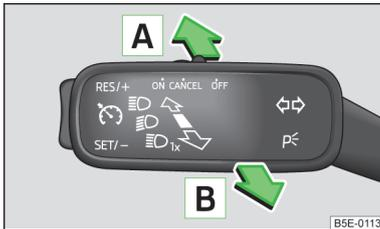

Abb. 31
- Den Hebel in Stellung **A** (gefederte Stellung) » **Abb. 31** stellen.
- Wenn das Fernlicht gerade automatisch eingeschaltet ist, den Hebel in Stellung **B** (gefederte Stellung) » **Abb. 31** stellen.